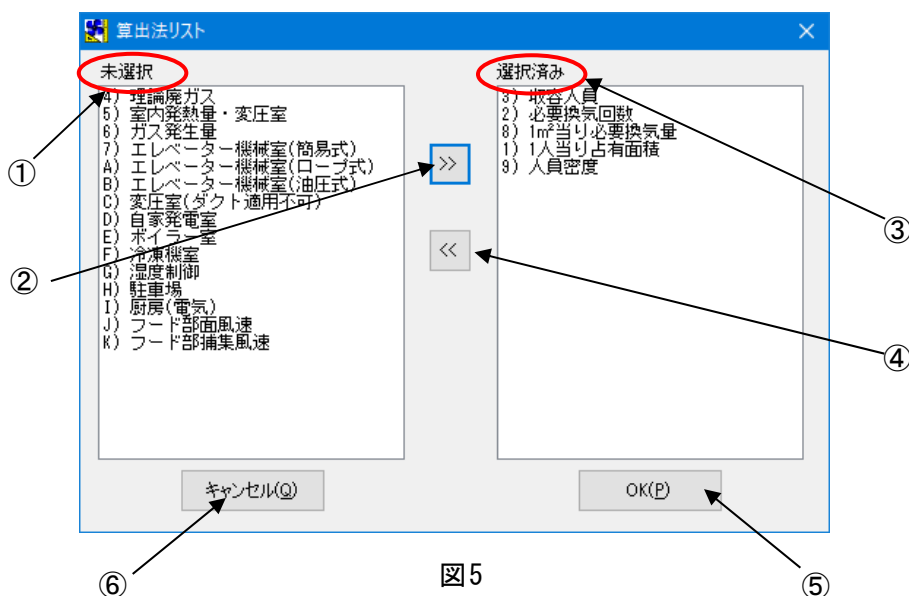

図5
(5)算出法リストが表示されます。(図5)
「未選択」欄(図5-①)を使用頻度の高い算出法順に選択し、ダブルクリック、又は[>>]ボタン(図5-②)をクリックしてください。
「選択済み」欄(図5-③)に選択された算出法が移ります。
「選択済み」欄(図5-③)で不要の場合は、その算出法をダブルクリック、又は[<<]ボタン(図5-④)をクリックしてください。
「未選択」欄(図5-①)に選択された算出法が戻ります。
選択した算出法でよければ[OK(P)]ボタン(図5-⑤)をクリックし、キャンセルする場合は[キャンセル(Q)]ボタン(図5-⑥)をクリックしてください。